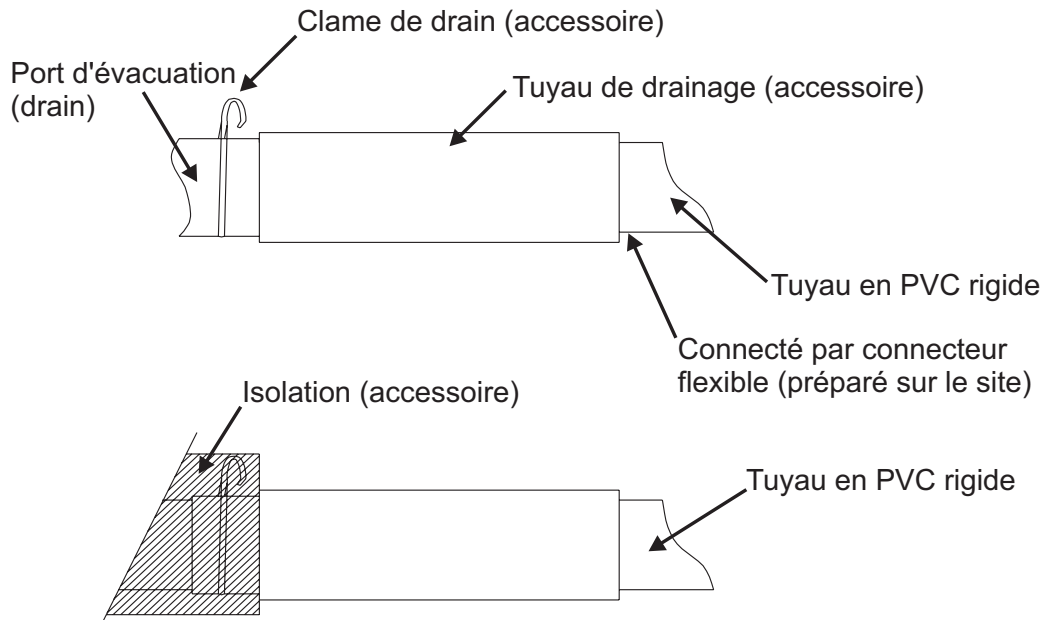

Figure 12
3. Insérez le tuyau de vidange jusqu'à ce qu'il se connecte correctement au port de drainage puis fixez-le de manière sécurisée avec la clame de tuyau (Accessoire)(Figure 12)
4. Après avoir vérifié le drainage, enveloppez le tuyau de vidange avec l'isolant et les clames (Accessoire). ( Figure.12)